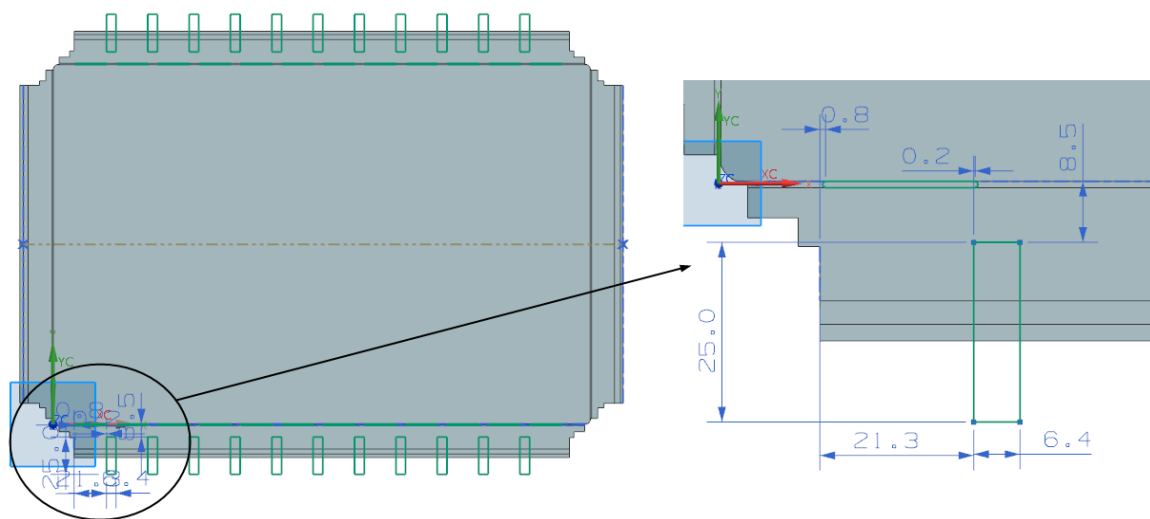

图 2-61 绘制草图
(4) 在“创建草图”对话框中，单击 按钮，进入草图设计环境，绘制如图 2-61 所示的草图。单击“完成” 图标，草图绘制完毕。